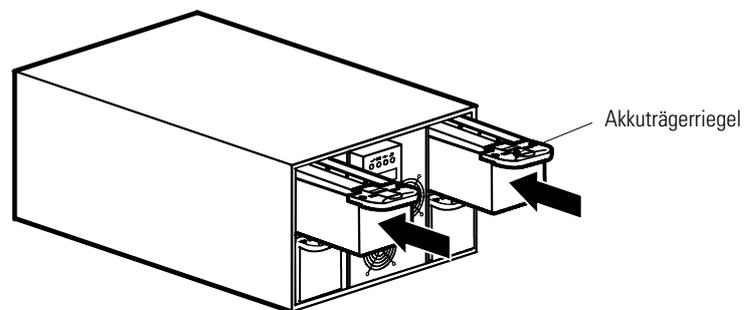

Abbildung 24. Einbau der Akkutträger
2. Die Akkutträger in den Schrank schieben (siehe Abbildung 24). Jeden Träger hineindrücken, bis der Akkutträgerriegel im Griff einrastet und den Träger befestigt.